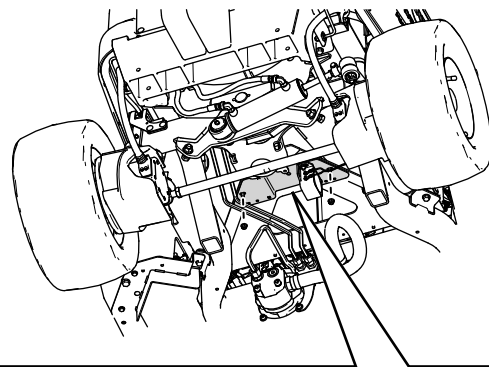

Figur 2
2. Använd de befintliga muttrarna på signalenheten för att fästa kablgets ringkopplingar på signalenheten (Figur 2).